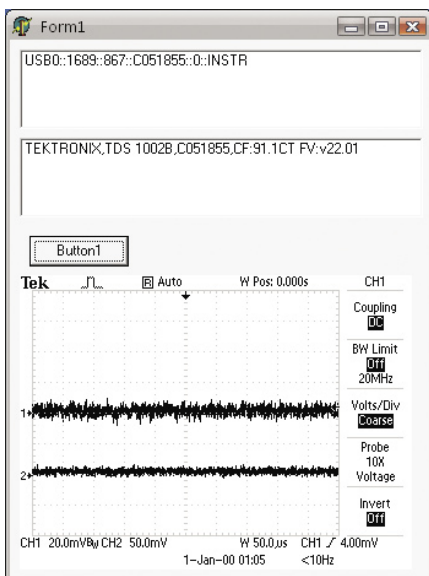

Rys. 55.
*FindList* umieszcza listę wszystkich podłączonych urządzeń w tablicy wariantowej *dev*. Jeśli lista ta okaże się pusta, informujemy o tym poprzez wyświetlenie odpowiedniego komunikatu w polu listy *ListBox1*. W przeciwnym wypadku wpisujemy tam spis wszystkich połączeń. Do pola *Tvc.Descriptor* wpisujemy nazwę kolejnego połączenia i od tej pory *Tvc* odnosi się do urządzenia związanego z tym połączeniem. Za pomocą funkcji *Query* wysyłamy do każdego z urządzeń zapytanie *\*IDN?* i odczytujemy identyfikujący je ciąg znaków. Zapisujemy go następnie na odpowiedniej pozycji listy *ListBox2*. Jeśli do komputera podłączony jest jeden oscyloskop, to wynik działania programu powinien być podobny do przedstawionego na rys. 55.